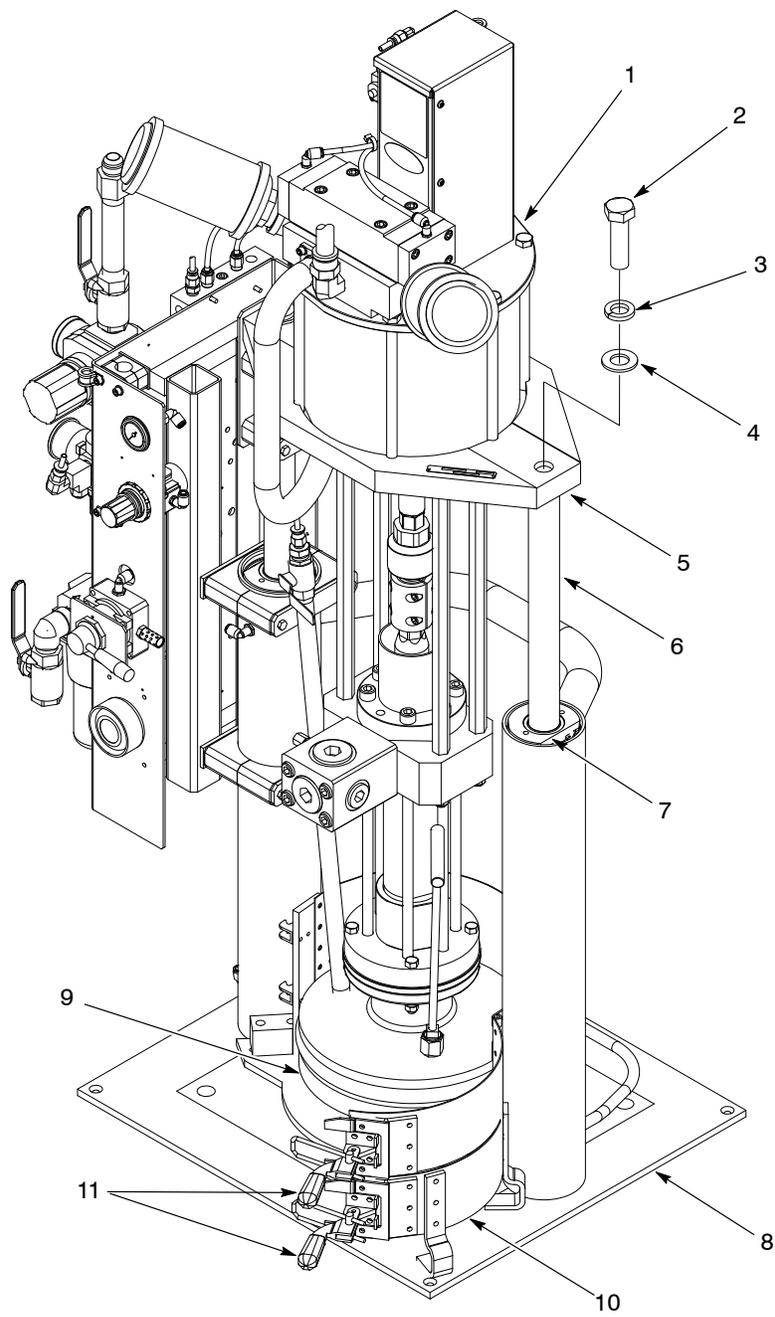

Abb.4 Pumpenbaugruppe abnehmen
1. Optionaler Niederhalter für Kleingebinde: Die Schnallen (11) lösen und die Greifklemme (10) öffnen.
2. Siehe Abbildung 4. Den Stempel (9) bis zur Grundplatte des Kleingebinderahmens (8) absenken.
4. Alle Geräte oder Halterungen abnehmen, die an den Zylinderstangen (6) oder Zylinderköpfen (7) installiert sind.
5. Die Schrauben (1), Sicherungsscheiben (3) und Unterlegscheiben (4) abnehmen, mit denen das Querrohr (5) an den Zylinderstangen (6) befestigt ist.
6. Die Pumpenbaugruppe (1) vom Kleingebinderahmen (8) abnehmen. Die Pumpenbaugruppe sichern, damit sie nicht umfällt.
1. Siehe Abbildung 4. Die Pumpenbaugruppe (1) am kleinen Rahmen (8) installieren.
2. Loctite 242 auf die Gewinde der Schrauben (2) auftragen. Das Querrohr (5) mit den Schrauben, Sicherungsscheiben (3) und Unterlegscheiben (4) auf den Zylinderstangen (6) befestigen. Die Schrauben festziehen. Anzugsmoment: 190–195 ft-lb (258–264 N•m).
3. Optionaler Niederhalter für Kleingebinde: Die Greifklemme (10) schließen und die Schnallen (11) befestigen.
4. Alle Geräte oder Halterungen installieren, die von den Zylinderstangen (6) oder Zylinderköpfen (7) abgenommen wurden.